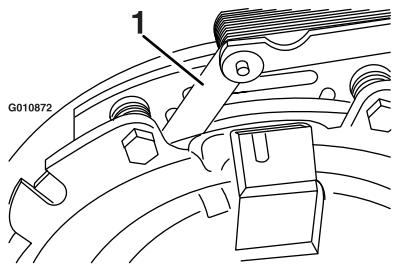
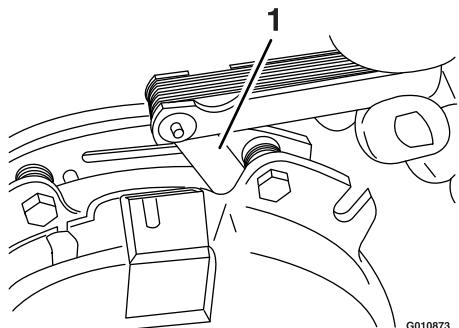

Figure 75
Figure 76
- E. A l'aide d'une jauge d'épaisseur de 0,25 mm (0,01 po), vérifiez qu'il existe un entrefer entre le rotor et la face de l'induit, de chaque côté du pôle de frein, comme montré à la Figure 75 et la Figure 76.